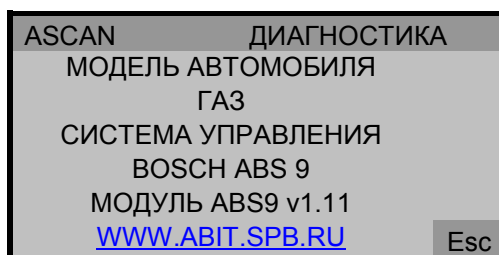

Рис. 7.64.
**1.4.** В пункте «**О Программе**» – осуществляется просмотр сведений о программном модуле данного тестера – сканера см.рис. 7.64.